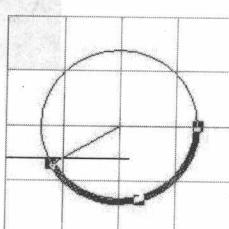

图 3-4 确定 Center 圆弧的起点和终点
4. 移动光标，在圆弧的开始和结尾处都单击鼠标左键，确定圆弧起始位置和终止位置，如图 3-4 所示。